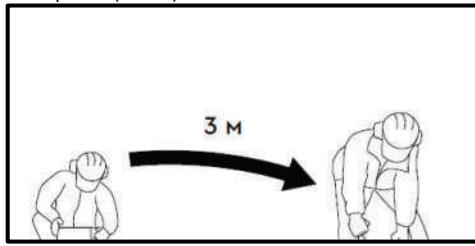

Рис. 3
- Не працуйте з мотокосою, якщо паливо розлилося під час заправки. Перед запуском ретельно протріть поверхні двигуна від випадково розлитого палива та перемістіть мотокосу мінімум на три метри від місця заправки (Рис. 3).